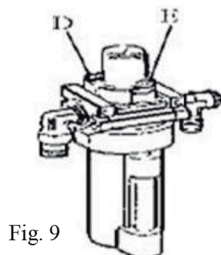

Fig. 9
Use uma chave sextavada para desaparafusar (E). Com base na conexão de ar comprimido, primeiro pressione o pedal de abrir e fechar as garras ou pedal de rotação do prato giratório por 5 vezes e, em seguida, verifique se o óleo no Gerador de Névoa de Óleo está gotejando. Para operação contínua, pise duas vezes cada vez, solte uma gota de óleo, caso contrário, ajuste o parafuso (D) que controla a entrada de óleo com uma chave de fenda pequena. (Fig. 9)